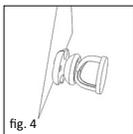

fig. 4
■ **fig. 4** Den klokkeignende delen av sizeren fungerer som feste for stigbøylens hode i rammen av millingen. Den tallerkenlignende delen er beregnet på å ligge inntil trommehinnen. Under beregningen av protesens lengde må det tas hensyn til tykkelsen på transplantatet (for eksempel bruskskive) som senere fungerer som underføring på trommehinnen. Når man har funnet frem til den optimale lengden, kan tilsvarende lengde stilles inn på den partielle protesen.